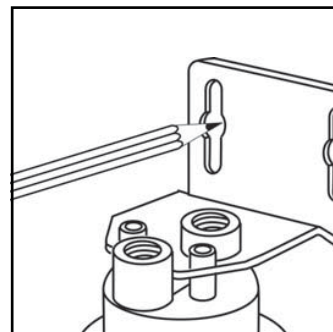

Figura 1
1. Coloque el filtro sujetándolo contra el lado derecho de la pared del gabinete debajo del fregadero. Deje un espacio de por lo menos 3" (7,6 cm) debajo del filtro para instalar el cartucho. Elija el lugar donde desee instalar el filtro y hacer la conexión de entrada. Acople el soporte de montaje a los salientes de montaje de la cabeza del filtro con los tornillos autorroscantes provistos. (Figura 1)